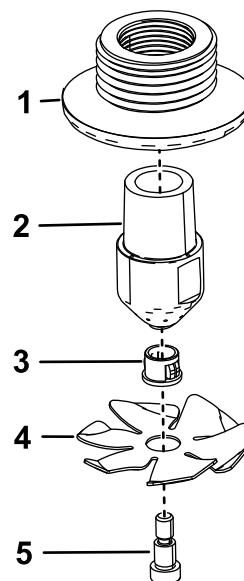

Figure 5
1. Assemblez les 2 buses de rinçage comme montré à la Figure 5.